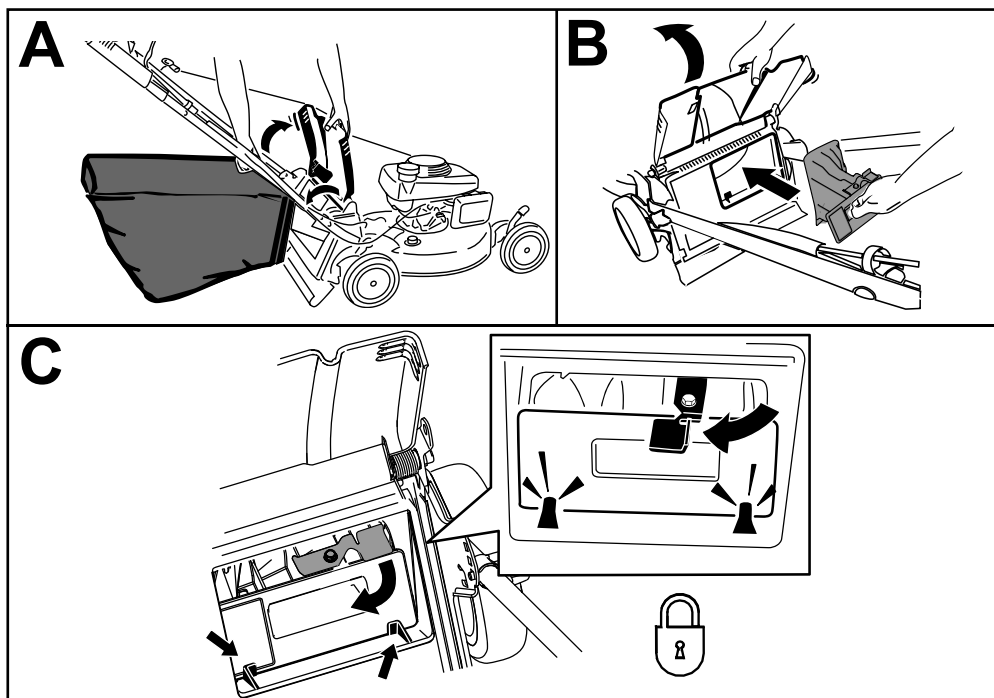

Figure 23
1. Relevez et maintenez le déflecteur arrière dans cette position, puis soulevez le bac à herbe par la poignée pour le dégager des crans des supports de poignée (encadré A de la Figure 23).
2. Installez l'obturateur arrière (encadré B de la Figure 23).
Important: Vérifiez que l'obturateur arrière est verrouillé en place. Pour verrouiller l'obturateur, appuyez fermement dessus jusqu'à ce qu'il s'enclenche en position derrière les pattes, et tournez le levier situé sur l'obturateur vers la gauche (encadré C de la Figure 23).